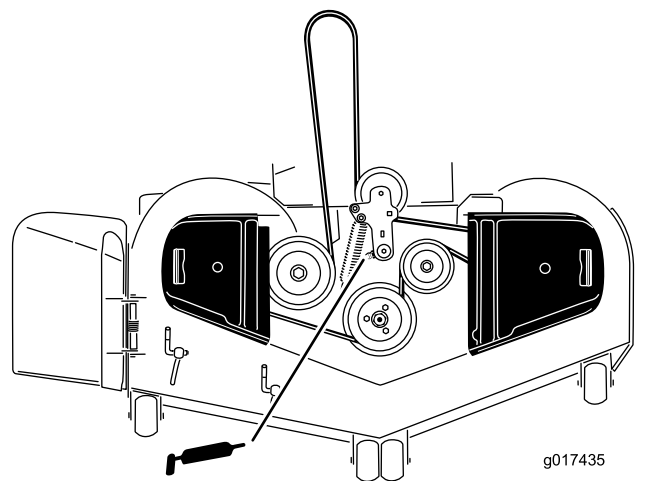

Figura 38
3. Lubrificare il perno della puleggia tendicinghia del piatto di taglio finché non fuoriesce grasso dalla parte inferiore (Figura 38).